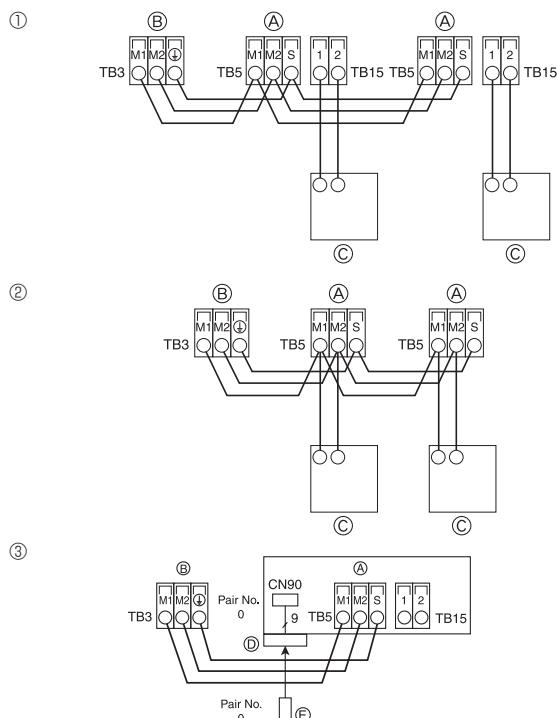
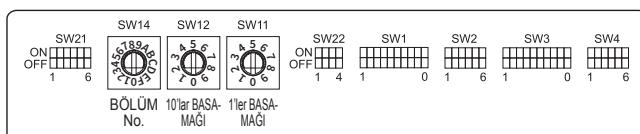

Fig. 5-12
Fig. 5-13
5.5. Uzaktan kumanda, iç ve dış iletişim kablolarının bağlanması (Fig. 5-12)
- ① MA Uzaktan kumanda
- ② M-NET Uzaktan kumanda
- ③ Kablosuz uzaktan kumanda (Kablosuz sinyal alıcı kurarken)
- ④ İç ünite iletişim kablosunun terminal bloku
- ⑤ Dış ünite iletişim kablosunun terminal bloku (M1(A), M2(B), S(S))
- ⑥ Uzaktan kumanda
- ⑦ Kablosuz sinyal alıcı
- ⑧ Kablosuz uzaktan kumanda
5.6. Adreslerin düzenlenmesi (Fig. 5-13)